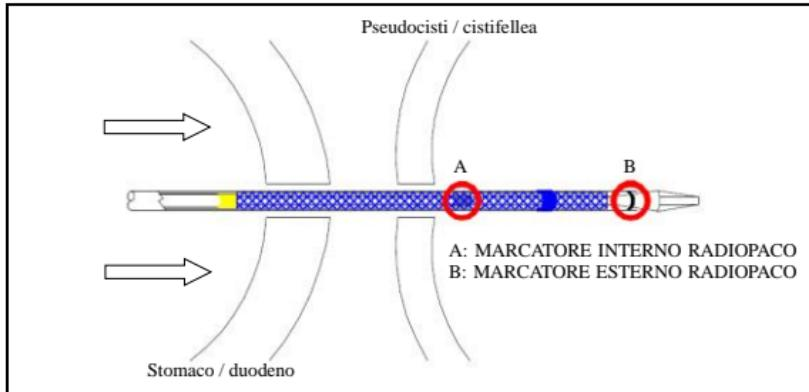

Figura 3
- a) Sotto guida fluoroscopica ed endoscopica, posizionare il sistema di rilascio con elettrocauterizzazione [HDS-10]. Il marcitore interno a raggi X (indicato con 'A' nella Figura 3) deve attraversare la parete di una pseudocisti o della cistifellea.